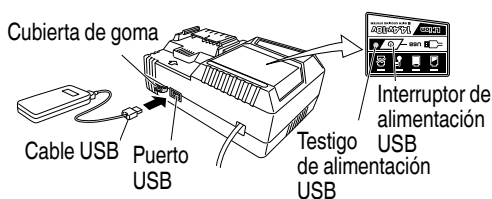

Fig. 14
- (2) Encienda el enchufe de alimentación USB (Fig. 14)
- (3) Conecte el cable USB. (Fig. 14)
- Apague el interruptor de alimentación USB y desenchufe el cable de alimentación de la toma de alimentación eléctrica. (Fig. 14)